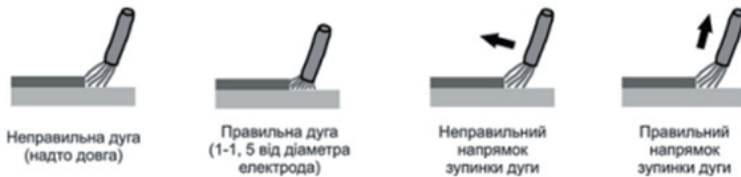

Рисунок 5. Відстань розташування електрода із покриттям до деталі під час ручного дугового зварювання («ММА»).
4. Після появи дуги одразу відвести електрод від поверхні майбутнього шва на відстань 2-4 мм і утримувати цю відстань протягом усього зварювального процесу (див. рис. 5).
5. Для зупинки процесу зварювання відвести електрод від поверхні деталі на достатню відстань (рис. 5).